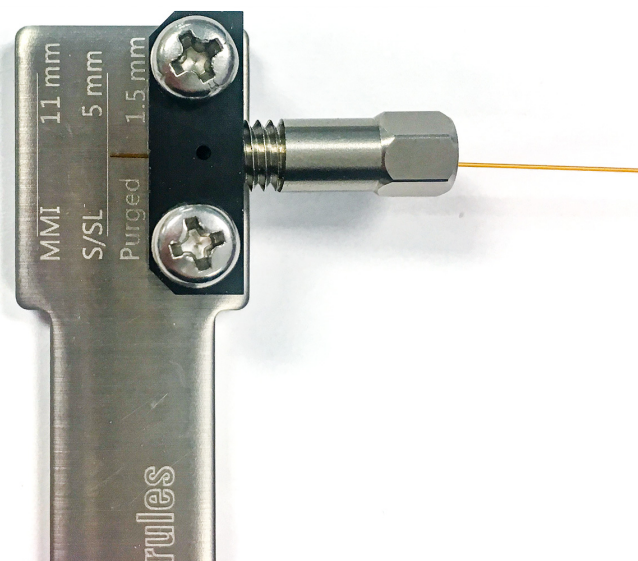

Figure 14. Enfiler l'écrou de la colonne dans la clé à sertir
- 4 Passez sans serrer l'écrou de colonne dans la clé à sertir jusqu'à ce que vous sentiez de la résistance. La colonne devrait encore glisser librement. Voir la section **Figure 14**.